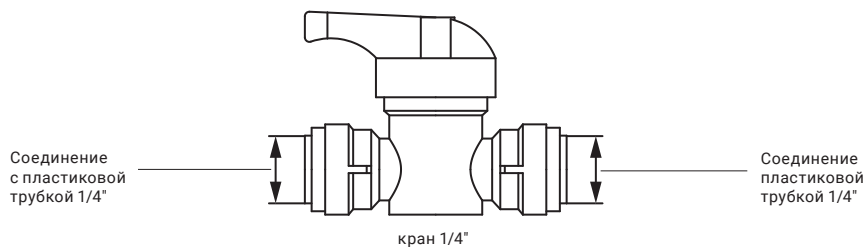
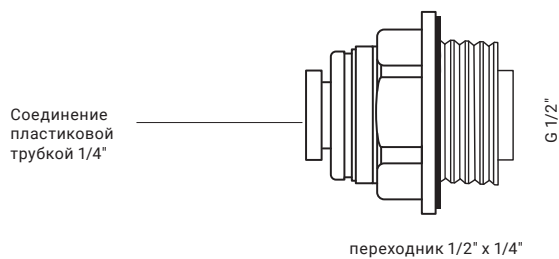

Рис. 11
Рис. 12
2. Подсоедините свободный конец синей трубки к крану 1/4" (рис. 11) или к переходнику 1/2" x 1/4" (рис. 12) (переходник используется для подключения линии пермеата к водопотребителю).